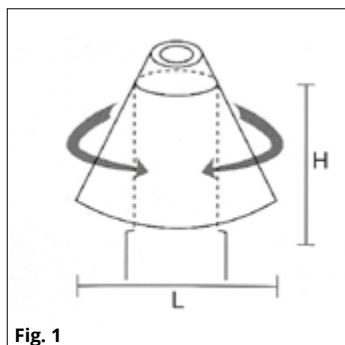

Fig. 1
- Arrotolare il coprifaretto conico (Fig. 1) ed assicurarsi che il cablaggio sia stato inserito attraverso una delle aperture presenti.